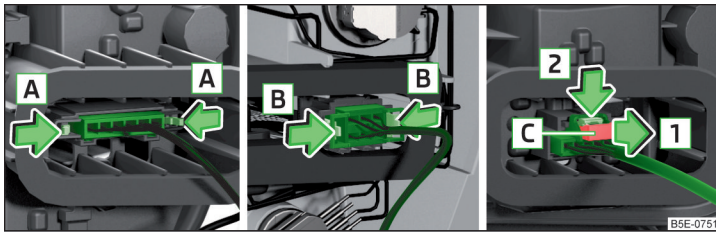

Abb. 367 Steckerabziehvarianten
Der Steckertyp variiert je nach Fahrzeugausführung » Abb. 367.
- Beim Stecker mit ausziehbarer Sicherungslasche diese entgegen der Pfeilrichtung **1** sichern » Abb. 367.